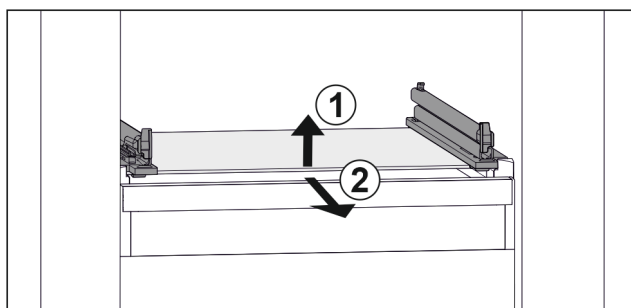

Fig. 45 Примерное отображение стеклянной пластины
- ▶ Приподнимите стеклянную пластину спереди. Fig. 45 (1)
- ▶ Извлеките стеклянную пластину движением вперед. Fig. 45 (2)